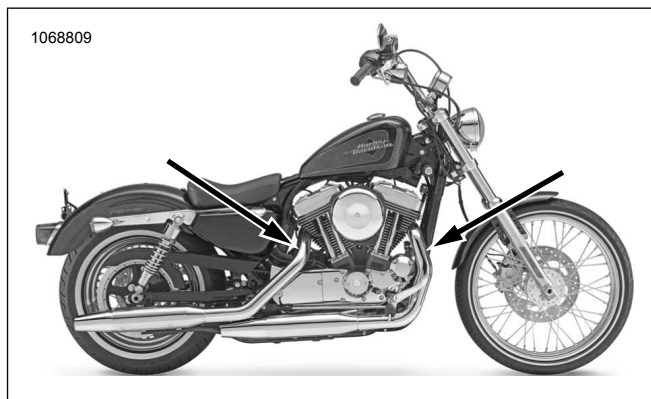
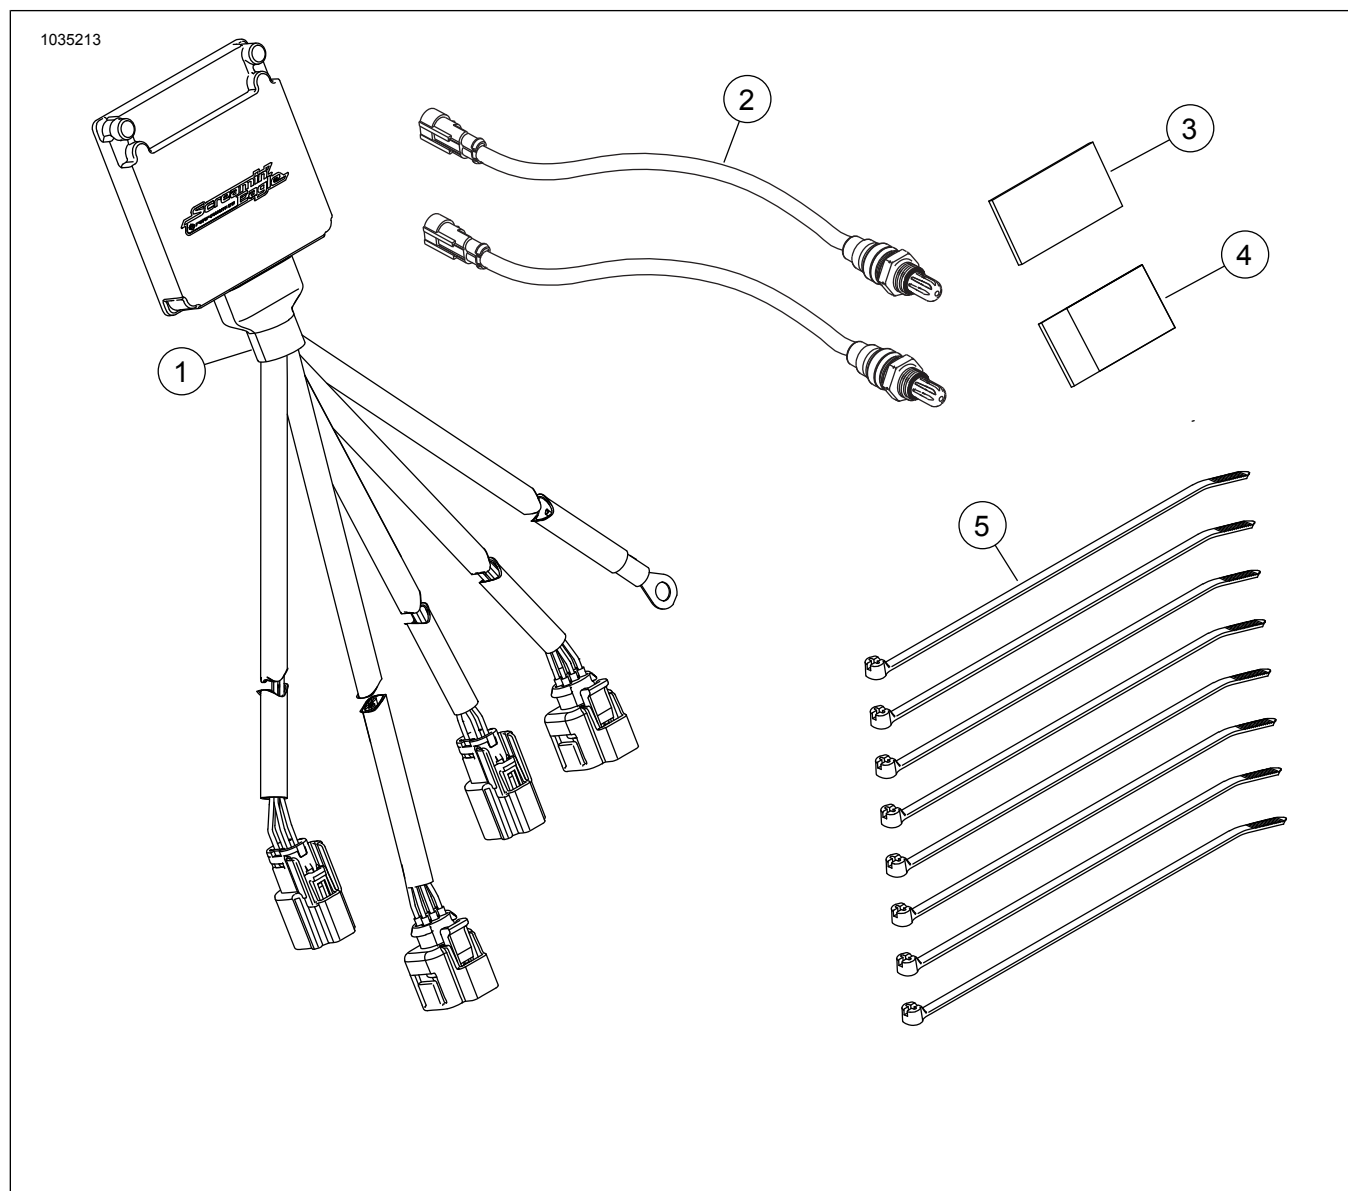

Рисунок 48. места установки датчиков кислорода (внутренняя часть выхлопных труб)
Рисунок 52. Содержимое комплекта Комплект автоматического тюнингового модуля Smart Tune Pro (ATM)
См. Рисунок 48, Рисунок 52 и Таблица 5. Установите широкополосные подогреваемые датчики кислорода (2). Используя насадку для датчиков кислорода (Номер по каталогу HD-48262-A), затяните: